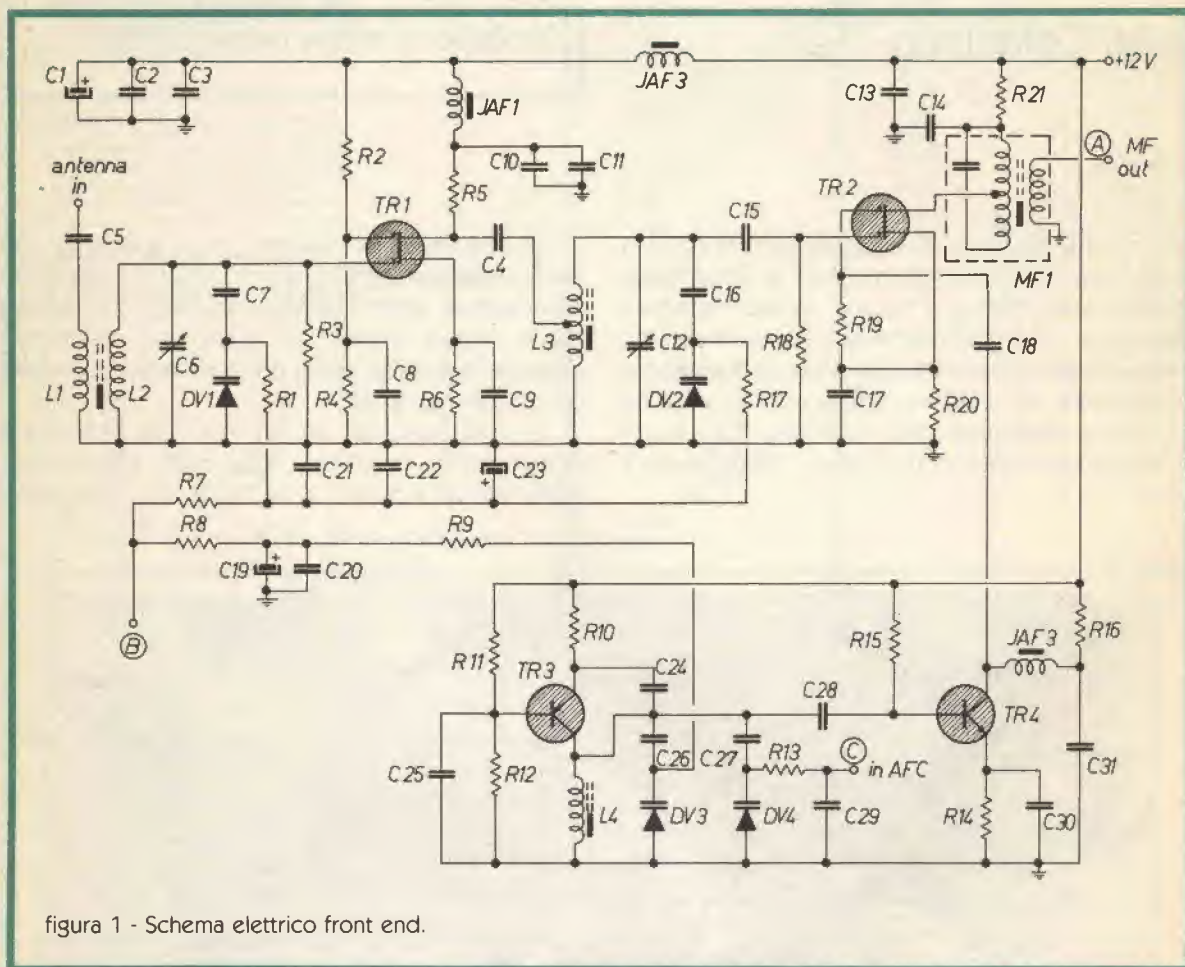
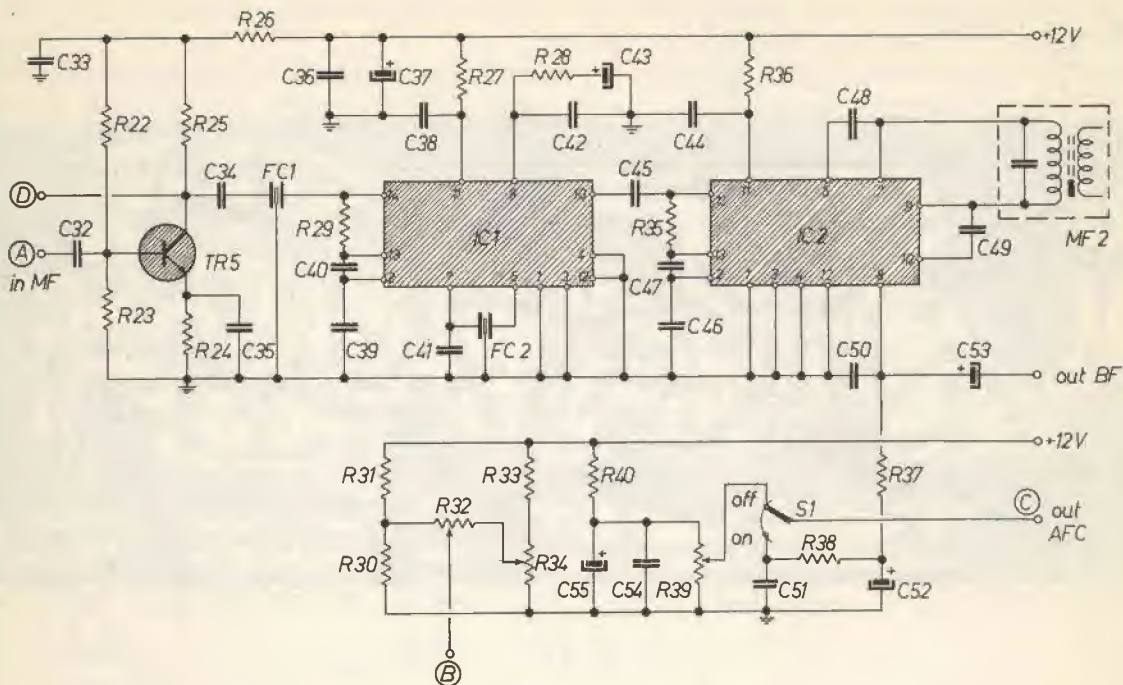

figura 1 - Schema elettrico front end.
figura 4 - Schema elettrico media frequenza.
Noterete senz'altro che nel front end (figura 1) non abbiamo usato il solito integrato tuttofare (leggi SO42P), perché in questa sezione i mosfet offrono delle prestazioni assolutamente superiori.
A proposito vogliamo spiegarvi in due parole a cosa serve l'AFC (controllo automatico di frequenza). Quando viene inserito per mezzo di S1 (vedi figura 4) al diodo varicap DV4 arriva una tensione che è direttamente legata alla migliore o peggiore sintonia. In breve: se dopo aver ben «centrato» una emittente e dopo alcuni minuti il tuner va fuori sintonia, la tensione applicata a DV4 subisce una modifica tale da riportare il tuner in perfetta sintonia. Naturalmente questo lavoro è istantaneo e perciò l'ascoltatore non si accorge di nulla. Torniamo alla descrizione.
Il segnale di conversione a 10,7 MHz è disponibile al punto A di figura 1, che fa capo al secondario di MF1, un comune trasformatore di media frequenza a 10,7 MHz.
Passiamo ora a vedere come funziona il successivo stadio di media frequenza. Lo schema è quello di figura 4. Al punto A arriva il segnale di media frequenza che avevamo lasciato al corrispondente punto di figura 1. TR5 è un amplificatore aperiodico dal guadagno elevato; notate la mancanza della solita media frequenza nel circuito di collettore. Ciò però non pregiudica affatto l'ottima selettività del circuito, in quanto questa è assicurata dalla presenza dei due filtri ceramici FC1-FC2.
Una volta finito il montaggio è necessario unire tra di loro elettricamente le due basette; per fare ciò basta collegare i punti A, B e C di figura 1 con gli stessi di figura 4. Fatto ciò ricontrollate tutto il lavoro e solo quando siete certi che tutto è in ordine, concedetevi una pausa ristoratrice (una tazza di caffè ci sta bene) prima di passare alla fase finale del lavoro: la taratura.
1) staccare provvisoriamente il collegamento tra i punti A di figura 1 e figura 4;
2) applicare al punto A di figura 4 (ingresso di media frequenza) un segnale a 10,7 MHz modulato in frequenza;
3) collegare l'oscilloscopio al punto OUT BF di figura 4 e regolare il nucleo di MF2 affinché il segnale di bassa frequenza abbia la massima ampiezza;
4) senza togliere il segnale al punto A collegare un voltmetro elettronico (portata 10 V fondo scala) al punto C (OUT AFC) di figura 4, disporre S1 in posizione AFC-on e prendere nota dell'indicazione data dallo strumento;
5) disporre S1 in posizione AFC-off e regolare R39 affinché il voltmetro indichi la medesima tensione; fatto ciò occorre ripristinare il collegamento tra i punti A di figura 1 e figura 4, naturalmente dopo aver tolto il segnale al punto A.